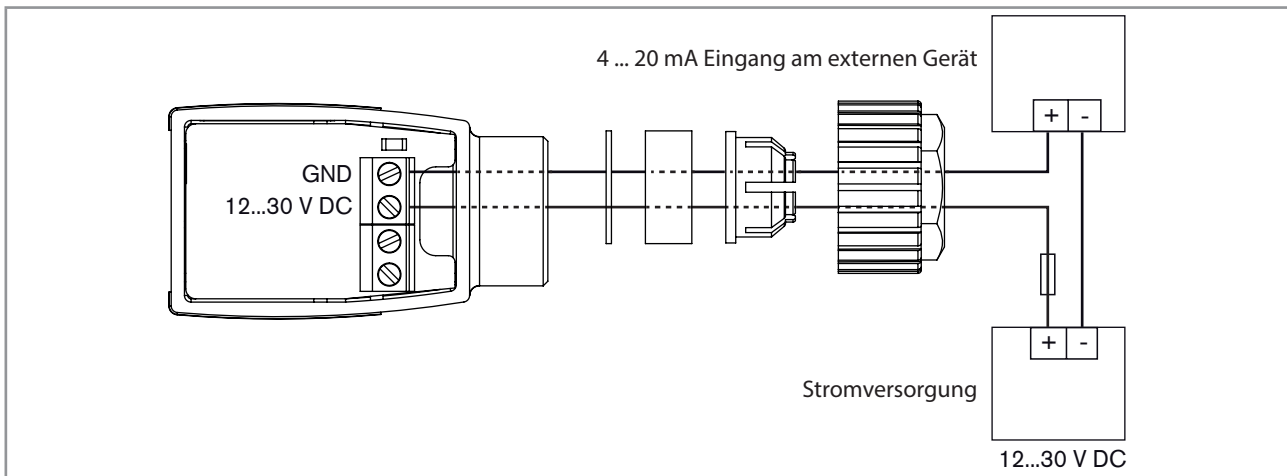

Bild 3: Gerät mit Kabelverschraubung – Anschluss des Stromausgangs
- Den 4...20 mA-Stromausgang anschließen. Siehe Bild 3.